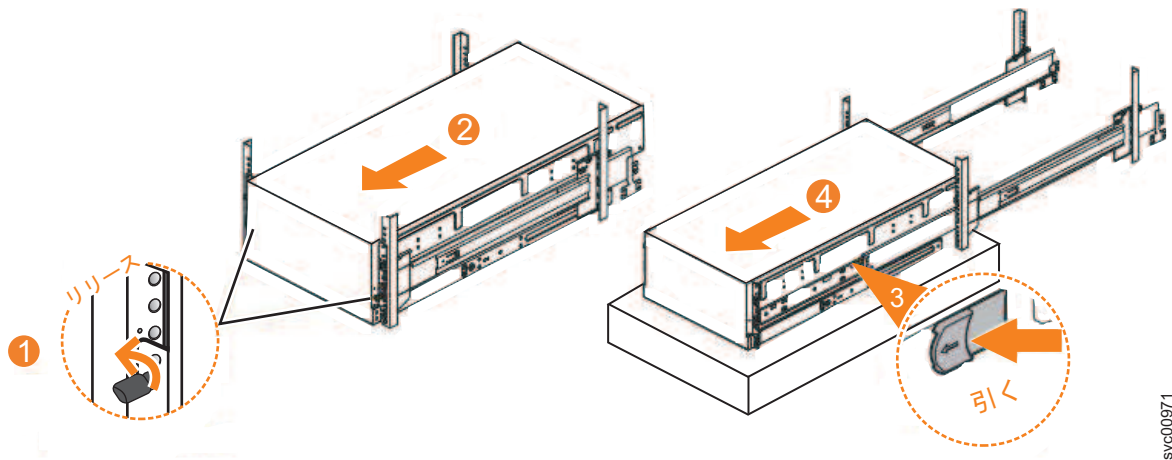

図 77. ラックからの 2077-92F エンクロージャーの取り外し
1. 図 77 に示すように、エンクロージャーの前面にあるロックつまみねじ (1) を緩めます。
2. 図 77 に示すように、エンクロージャーを手前にスライドさせてラックから慎重に外します (2)。
3. エンクロージャーの前面付近にある左右の青色の解放タブの位置を確認します。両方の解放タブを手前に引いて、ドロワー機構のロックを解除します (図 77 の 3)。
4. エンクロージャーおよび内部レール・メンバーをスライドさせてラックから取り出します (図 77 の 4)。